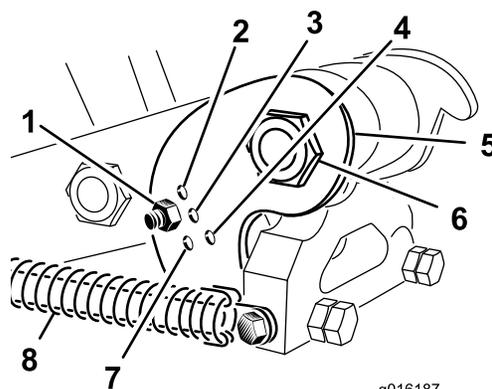

図 36
キャンバ・ブラケット (図 36) を、使用するタイヤに合った正しい位置にセットしてください。ヘッド・ストップのセット位置は基本的に 5ヶ所ですが、調整ロッドを通す穴を選択することにより、ヘッド・ストップのセット位置が 5ヶ所のうちの 1 つに決まります。これらの穴は事前に設定されており、たとえば、場合によっては、12インチ位置で10インチのタイヤを使うと、より滑らかな仕上がりとなります。
3. タイヤ・ヘッドにかかっているスプリングのテンションを解除する (図 36)。
4. キャンバ・ブラケットの調整穴についているボルトとナットを外す (図 36)。
5. キャンバ・ブラケットを回転させて、アームについている穴のうちの希望する穴に合わせ、ボルトとナットを取り付ける (図 36)。